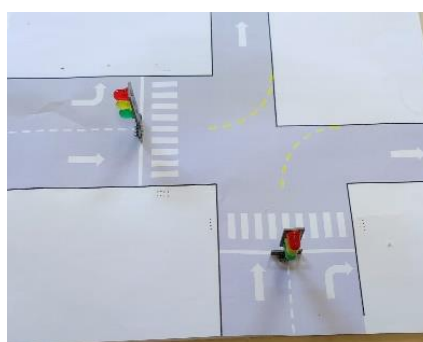
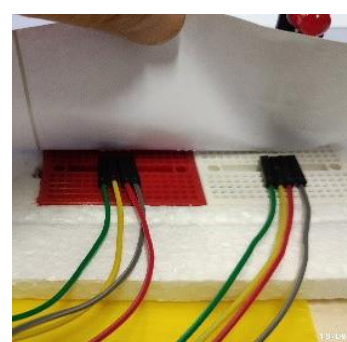

Figura 12
Figura 13
- realizzando del disegno di tracciato stradale e della piattaforma su cui posizionare i vari componenti. Questo sistema richiede più tempo perché comporta anche una parte di realizzazione grafica e la costruzione del pannello su cui inserire i vari elementi (**Figura 12 e Figura 13**)